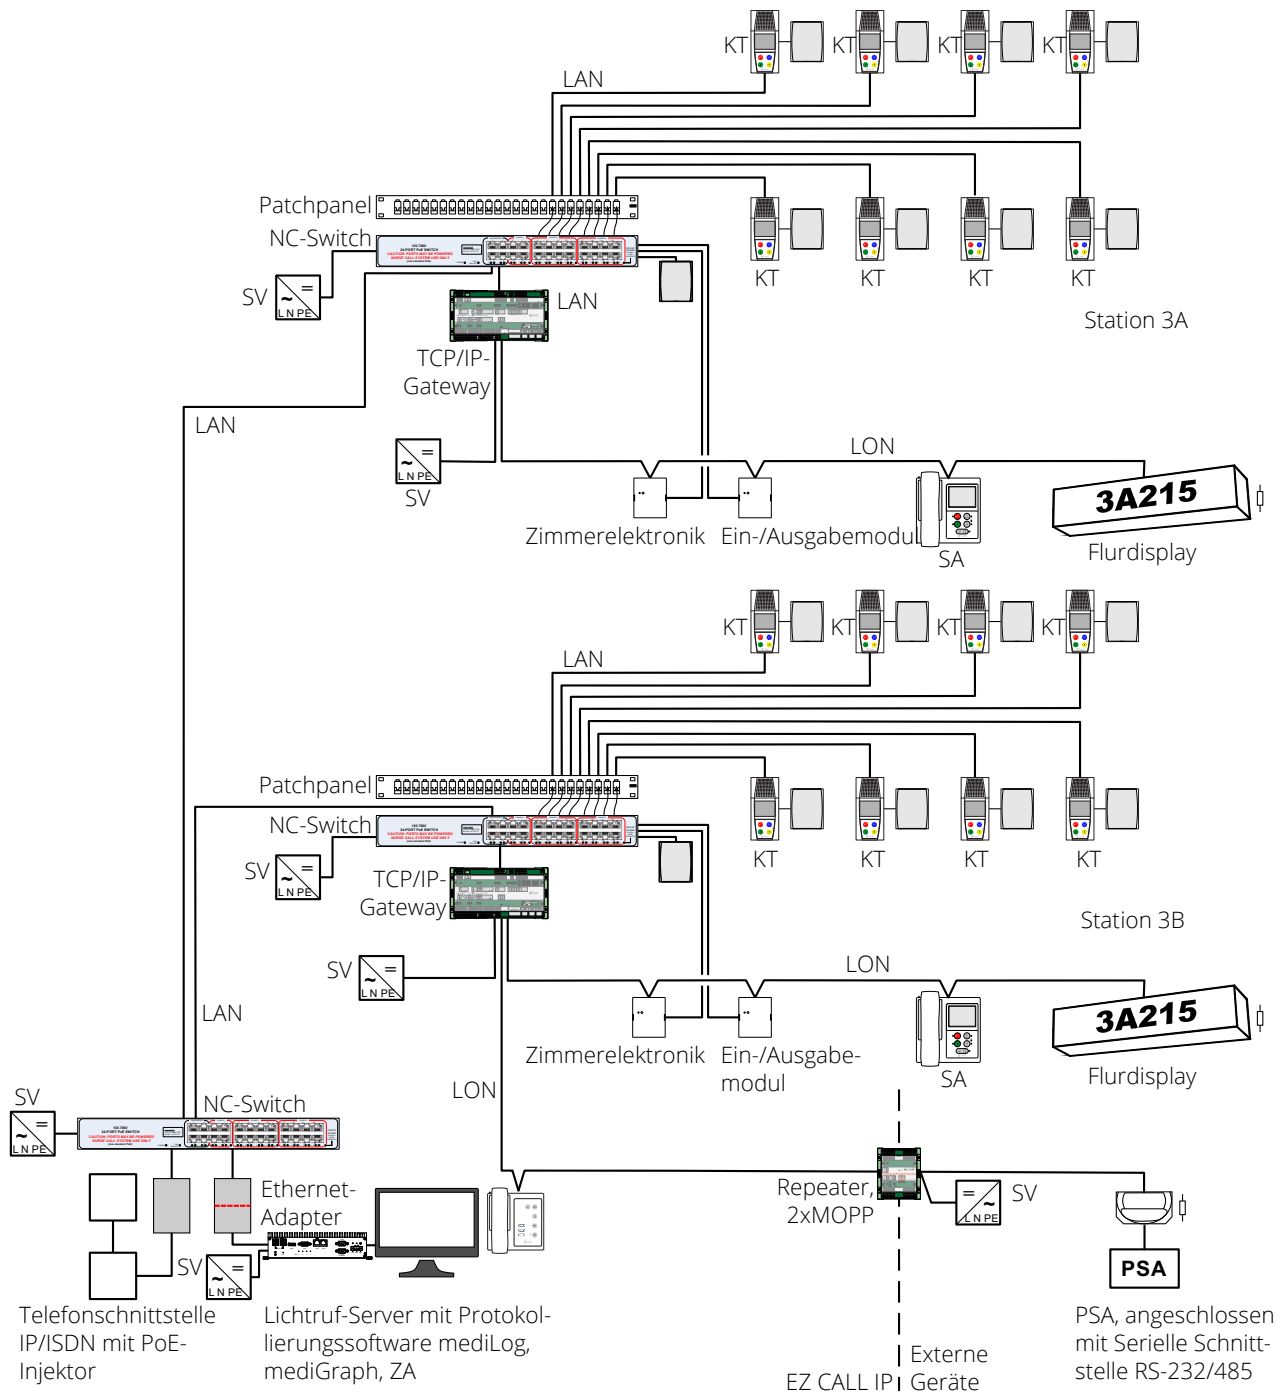

Abb. 4: Beispiel für EZ CALL IP mit TCP/IP-Gateway, in Station LAN-Verkabelung mit NC-Switch
- Stromversorgung angeschlossener Komponenten über LAN-Kabel (siehe Abbildung 4 auf Seite 24). Komponenten mit Standard-PoE-Stromversorgung können nicht angeschlossen werden.